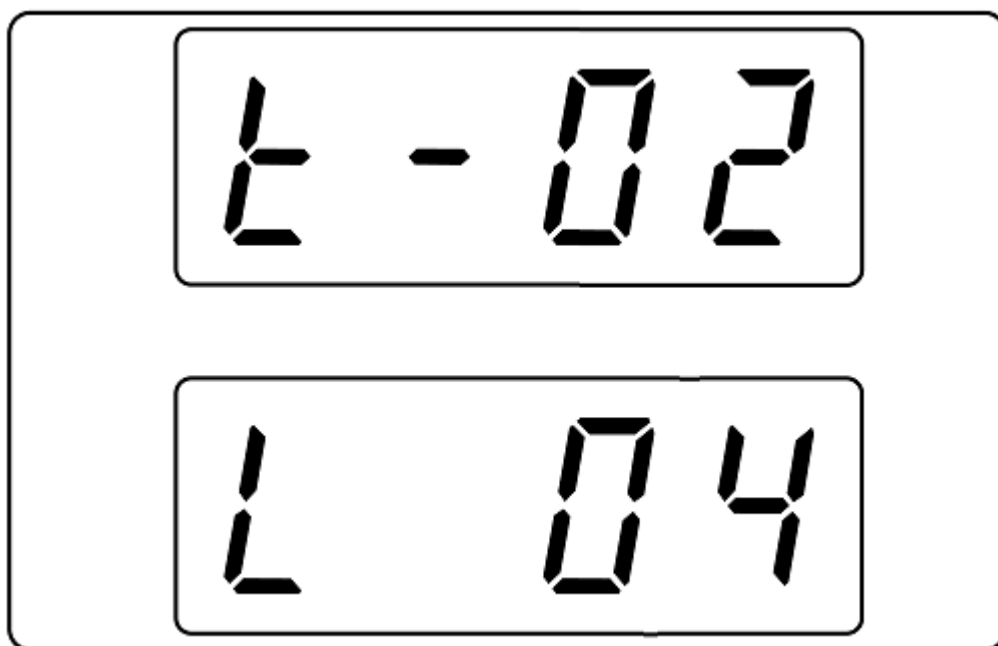

图 3-5-1
**操作步骤：**先旋动 **Current** 旋钮选择测试文件（1~10），后旋动 **Voltage** 旋钮选择到 2，最后按下 **Voltage** 旋钮确认复制。例：复制 4 号文件成功后，会显示（L 04）如图 3-5-1。